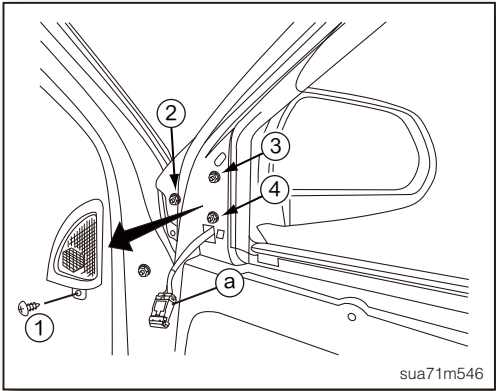

图3
- 2. 拆下前门高音喇叭固定螺丝①，接着取下前门高音喇叭(如图3)。
- 3. 拆开右车门后视镜线束接头a(如图3)。
- 6. 拆下右车门后视镜固定螺母③、④(如图3)。